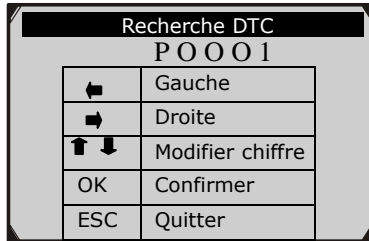

Figure 3.2
- 2) Dans le menu **Recherche DTC** (DTC Lookup) utilisez la touche **GAUCHE/DROITE** pour sélectionner le caractère de votre choix. Utilisez la touche **HAUT/BAS** pour modifier le chiffre/caractère actuel, et appuyez ensuite sur la touche **OK** pour confirmer votre choix. (Figure 3.2)